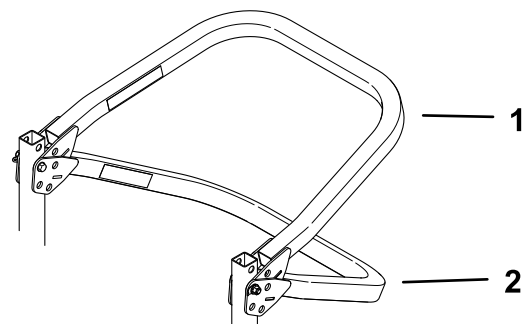

Bild 9
- Hinweis:** Es gibt zwei abgesenkte Stellungen, wie in Bild 9 dargestellt.